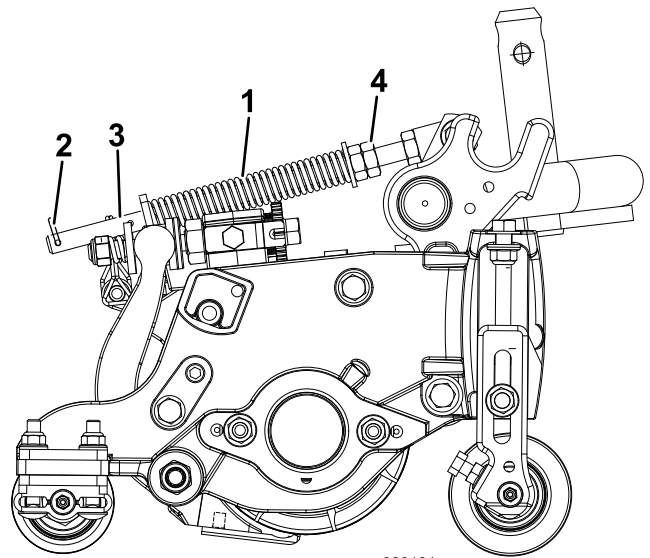

Рисунок 14
Пружина компенсации состояния грунта (Рисунок 14) переносит вес с переднего на задний каток. Это препятствует образованию на грунте волнообразных неровностей (так называемые «волны» или «трясучка»).
1. Убедитесь в том, что шплинт вставлен в заднее отверстие штока пружины (Рисунок 14).
2. Затяните шестигранные гайки в передней части штока пружины так, чтобы длина сжатой пружины (Рисунок 14) составляла 12,7 см на машине с 5-дюймовыми режущими блоками или 15,8 см на машине с 7-дюймовыми режущими блоками.